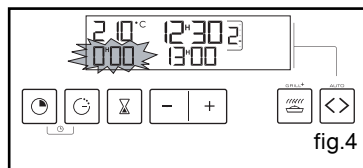

fig.4
- 0:00 clignote (fig.4).
L'affichage repasse à l'heure du jour en ramenant le sélecteur de fonctions sur 0 (fig.4),
Il vous est cependant possible d'ajuster celle-ci en utilisant le sélecteur de température vers + ou - (fig.4).